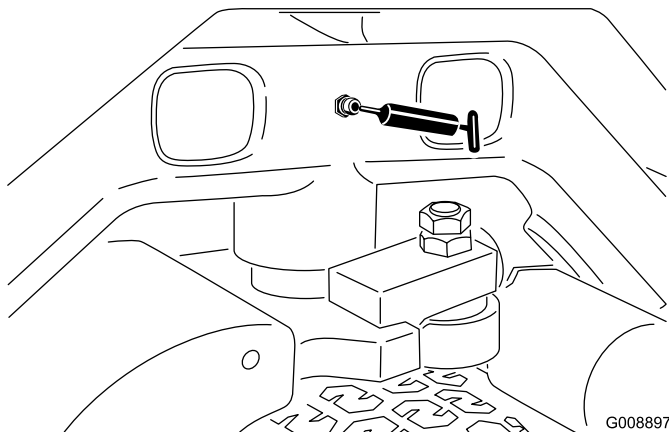

Figura 50
- Articulação da direcção (Figura 50)